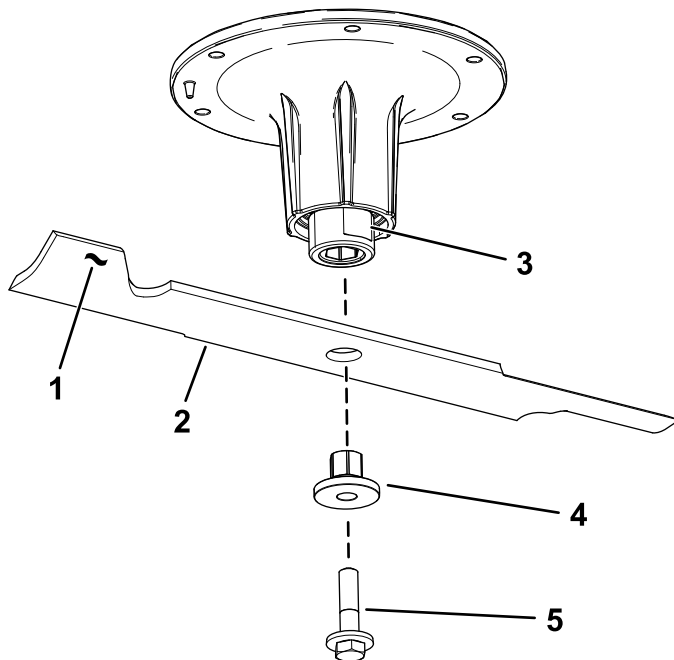

Figura 93
2. Retire el perno de la cuchilla, el buje y la cuchilla del eje (Figura 93).